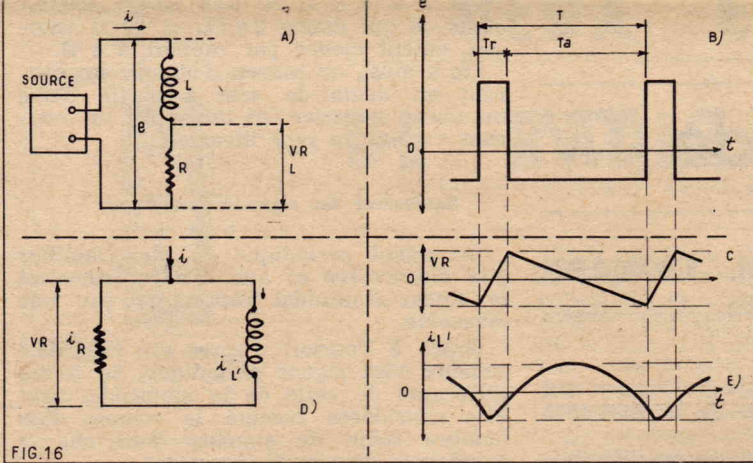

FIG. 16
Soit une bobine résistante, avec  $R \ll 2\pi f L$ , la réactance est  $2\pi f L$ . Si l'on applique une tension à impulsions positives par exemple, aux bornes de ce circuit (pratiquement, aux bornes de la bobine de faible résistance) on obtient un courant en dents de scie dont le retour positif se produit pendant la durée de l'impulsion et l'aller négatif pendant la période où la tension reste constante, comme le montre la figure 16 A.
Soit un circuit comme celui de la figure 16 A. La tension  $e$  appliquée sur la totalité de ce circuit a la forme périodique à impulsions positives dont la période de répétition est  $T =$  période de ligne ( $64 \mu s$  en 625 lignes),  $T_r =$  durée de l'impulsion,  $T_a = T - T_r$ . Cette tension est représentée en (B).
On dispose, par conséquent, aux bornes de  $R$ , d'une tension  $V_R$ . Cette tension a une forme proche de celle d'une dent de scie et on la montre en (C) figure 16.
Appliquons maintenant, cette tension  $V_R$  en dents de scie, à une bobine de convergence horizontale  $L'$  comme on le montre en (D) figure 16.
On peut alors considérer que  $V_R$  conserve sa forme de tension en dents de scie. Cette tension appliquée à la bobine  $L'$  donnera, dans celle-ci un courant de forme différente, dont la forme est parabolique comme celui représentée en (E) figure 16.